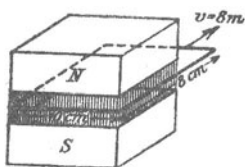

Fig. 69.
176. Zwei Stäbe aus 3 [2] (2,5) mm rundem Kupferdraht sind zu einem Rechteck von 10 [18] (20) cm und 8 [6] (12) cm Seitenlänge verbunden. Die eine 10 cm-Seite befindet sich in einem Felde, dessen konstante Dichte 4500 [6000] (7500) ist; das Rechteck wird senkrecht zu den Kraftlinien mit einer Geschwindigkeit von 8 [10] (20) m fortbewegt (Fig. 69).